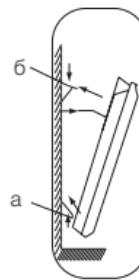

Рис. 6
- наденьте верхнюю часть конвектора на кронштейн, зафиксируйте его при помощи зажелок на кронштейне (рис. 6, б);
- закрепить прибор на кронштейне необходимо следующим образом (рис. 6):
- наденьте на кронштейн нижнюю часть конвектора при помощи специальных отверстий, расположенных в нижней части конвектора (рис. 6, а);